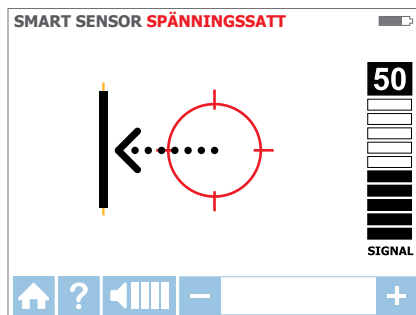

Bild 3.1e:
4. Flytta mottagaren i riktningen som pilen anger på skärmen (bild 3.1e)